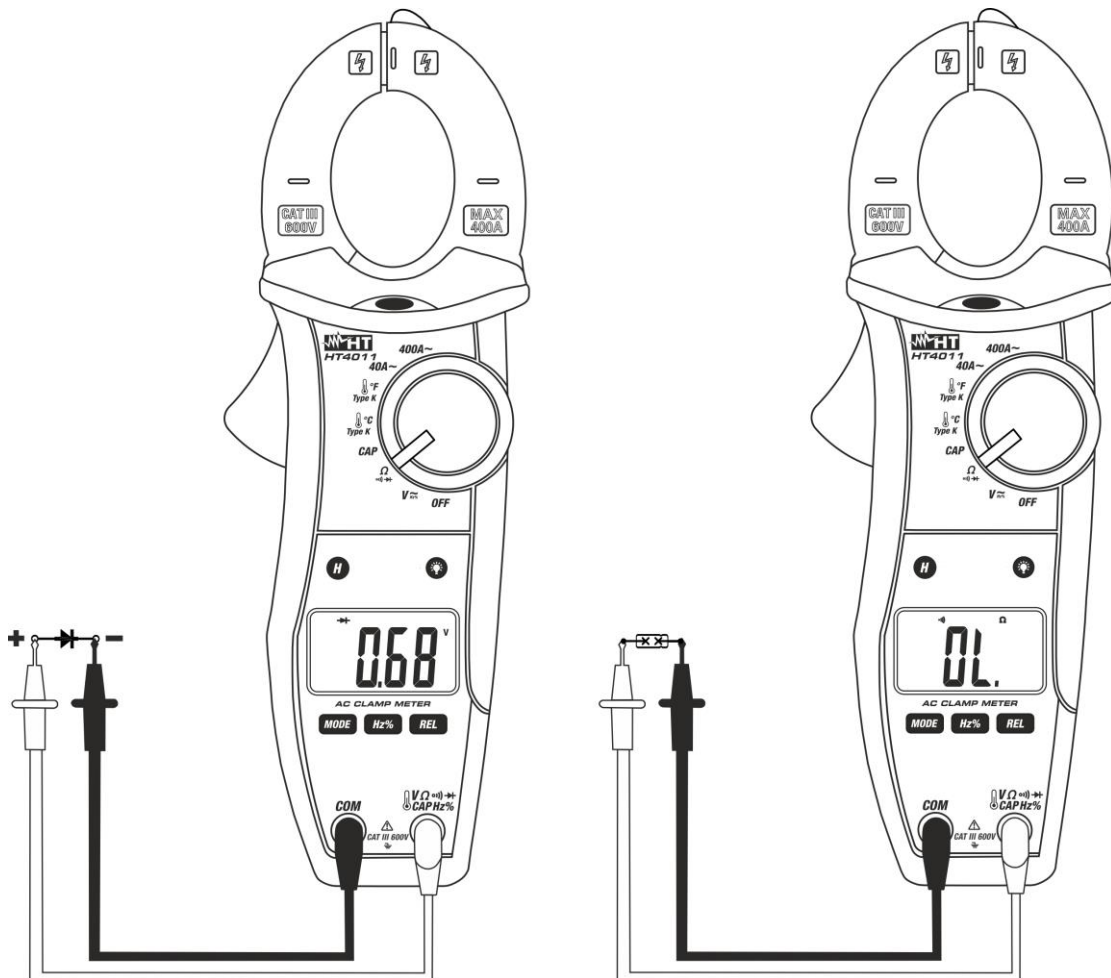

Fig. 7: Uso de la pinza para la prueba de Continuidad y Prueba de Diodos
3. Inserte el cable rojo en el terminal de entrada  **VΩ** y el cable negro en el terminal de entrada **COM** y efectúe la prueba de continuidad sobre el objeto en prueba (vea Fig. 7 – parte derecha). El indicador acústico emite una señal acústica cuando el valor de la resistencia medida es inferior a aproximadamente 150Ω
5. Conecte la punta roja al ánodo del diodo y la punta negra al cátodo en caso de medida de polarización directa (vea Fig. 7 – parte izquierda). Invierta la posición de las puntas de prueba en caso de medida de polarización inversa